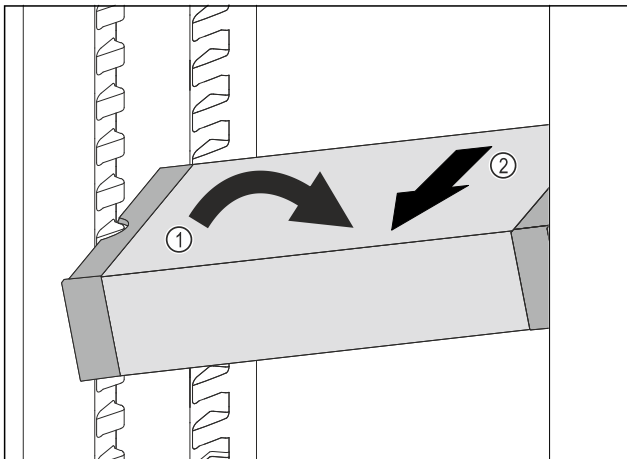

Fig. 122
- Incliner le VarioSafe dans la partie réfrigérateur. Fig. 122 (1)
- Sortir le tiroir VarioSafe par l'avant. Fig. 122 (2)